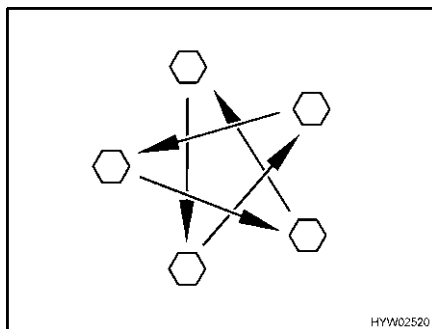

Fig. 71 Serrare a croce i dadi o i bulloni delle ruote
- Controllare regolarmente il serraggio dei dadi o dei bulloni. Regolare a croce (Fig. 71) il serraggio dei dadi o dei bulloni di una ruota sostituita dopo circa 50 km.